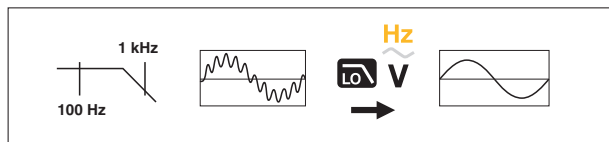

Bild 5. Lågpasfilter
AC-mätningarna använder ett AC-lågpasfilter (LO). Filtret blockerar oönskade spänningar över 1 kHz. Se bild 5. De lägre frekvensspänningarna passerar med minskad noggrannhet till mätningen under 1 kHz. Lågpasfiltret kan förbättra mätprestanda på komposit sinusvågformer som vanligtvis genereras av inverterare och motordrivningar med variabel frekvens.